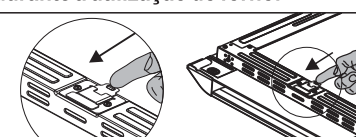

Figura 59
- com a própria mão, através do dispositivo «Easy-Open» (Figura 59);